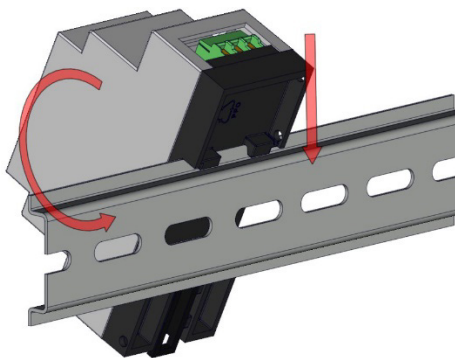

Abb. 2: Aufsetzen auf die Hutschiene
- ▶ Setzen Sie die Geräte auf die Hutschiene auf (Abb. 2).